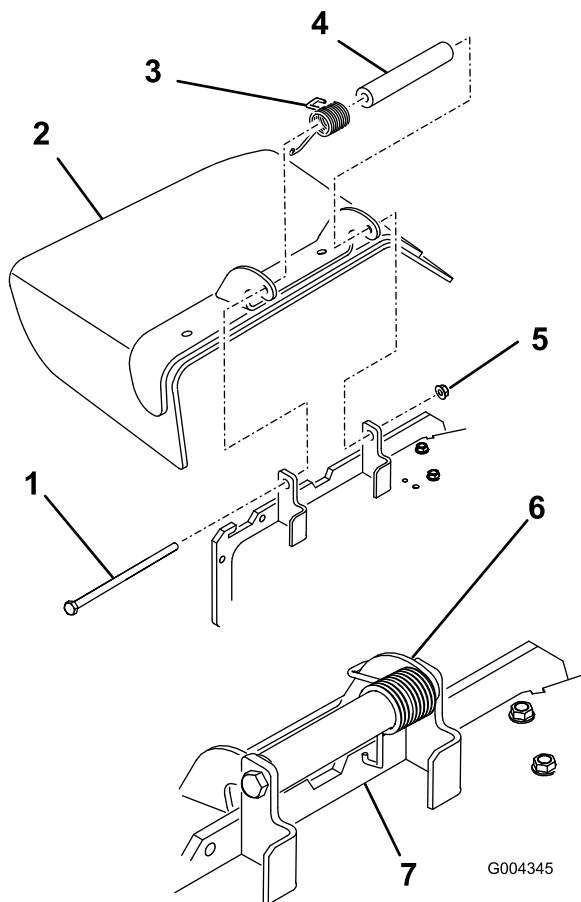

Figura 59
1. Retire la contratuerca, el perno, el muelle y el espaciador que sujetan el deflector a los soportes de pivote (Figura 59). Retire el deflector de hierba dañado o desgastado.
Nota: Asegúrese de colocar el extremo del muelle detrás del reborde de la plataforma antes de instalar el perno, según se muestra en Figura 59.
3. Instale el perno y la tuerca Coloque el extremo del muelle alrededor del deflector de hierba (Figura 59).